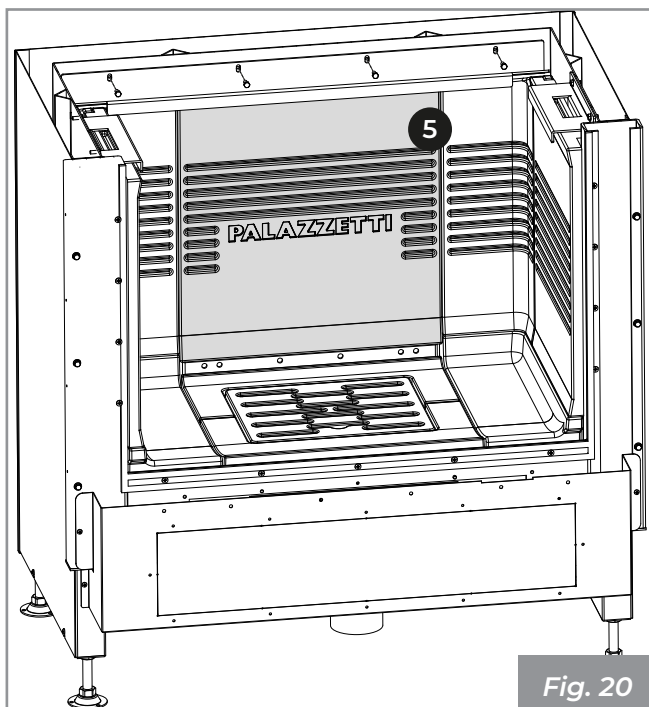

Fig. 20
5) Coloque el respaldo refractario (5) fijándolo con el soporte y los tornillos correspondientes (Fig. 20).